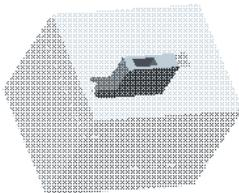

图 26.28 “切除”拉伸特征
Step3. 创建图 26.28 所示的“切除”拉伸特征。
(1) 单击 **模具** 功能选项卡 **形状** ▼ 区域中的 **拉伸** 按钮，此时系统弹出“拉伸”操控板，将“去除”材料按钮 按下。
(2) 定义草绘截面放置属性。在绘图区中右击，选择快捷菜单中的 **定义内部草绘...** 命令。系统弹出“草绘”对话框，然后选择 MOLD_FRONT 基准平面作为草绘平面，草绘平面的参考平面为 MOLD_RIGHT 基准平面，方位为 **右**，单击 **草绘** 按钮，系统进入截面草绘环境。